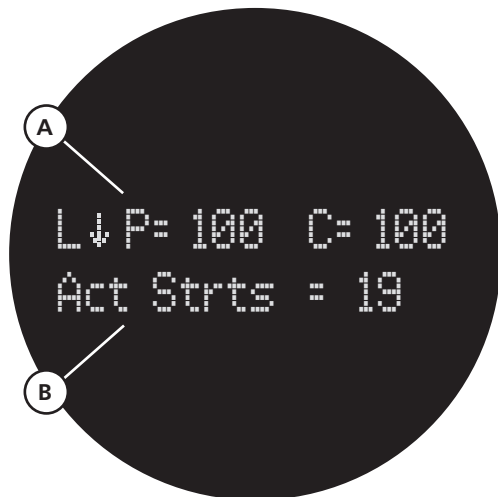

Figure 4.1.
**Line 1** (Fig. 4.1. A).
**Line 2** (Fig. 4.1. B).